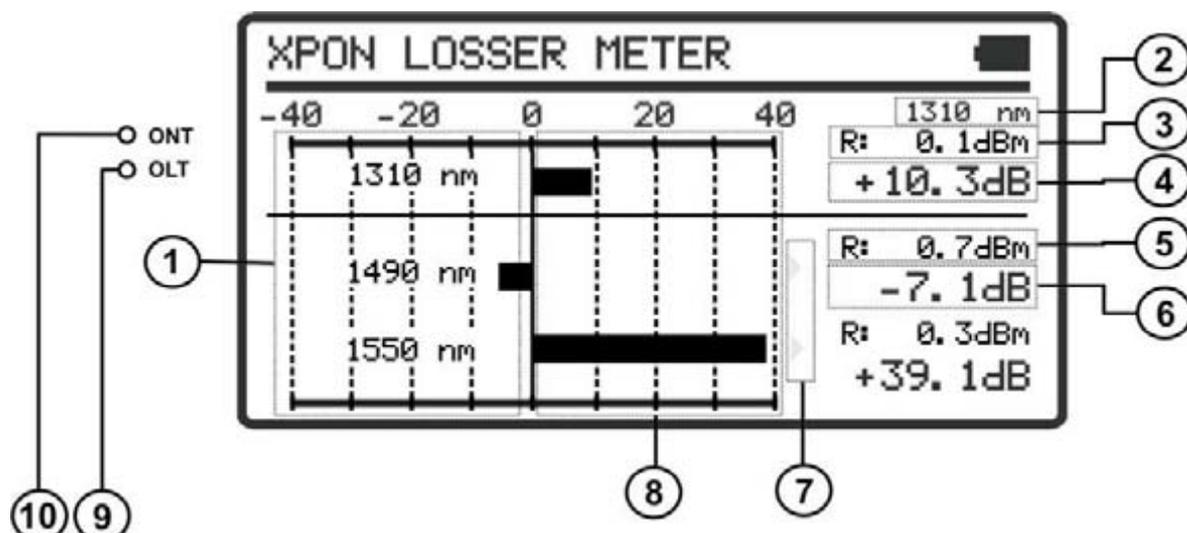

Figure 11.- Écran LOSSES METER.
- 3 Appuyez sur **SEL**  pour entrer a l'écran (voir figure 11).